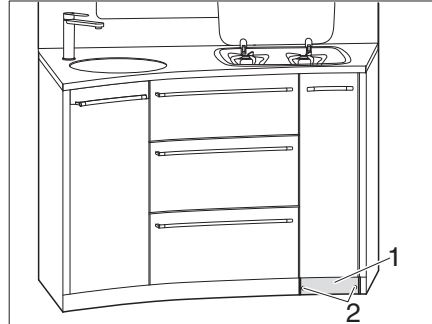

Fig. 126 Svitare lo zoccolo
- Svitare le 2 viti (Fig. 126,2) dello zoccolo (Fig. 126,1).
- Togliere lo zoccolo (Fig. 126,1).